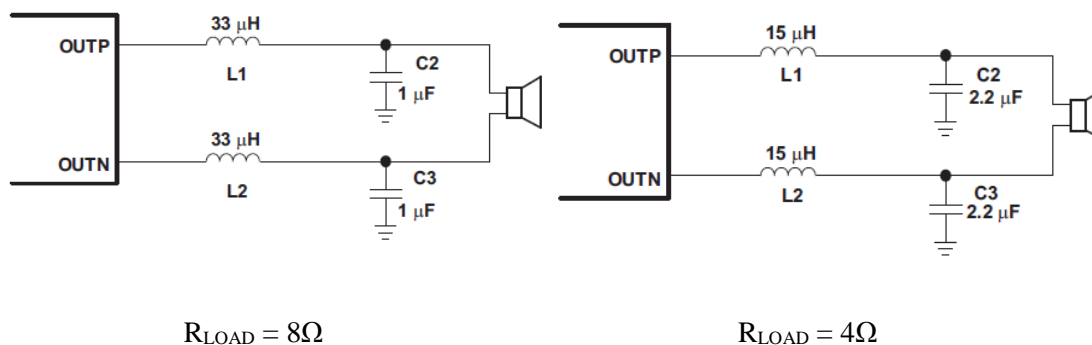

图 7 Filter B 的典型设计
- Filter A 滤波电容 C 推荐选择低 ESR 的陶瓷电容，容值选为 1000pF，耐压值要高于最大输出电压，并且要留有裕量；Filter B 容值电容类型选择与 Filter A 相同，容值选择可见图 7；